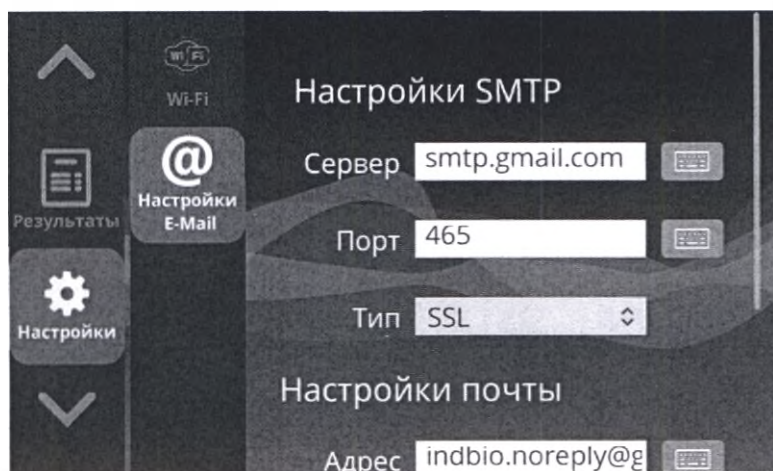

Рисунок 3.23 Окно настройки электронной почты
2. Нажмите на кнопку **Настройки E-Mail**. Откроется окно настроек электронной почты (рисунок 3.23).